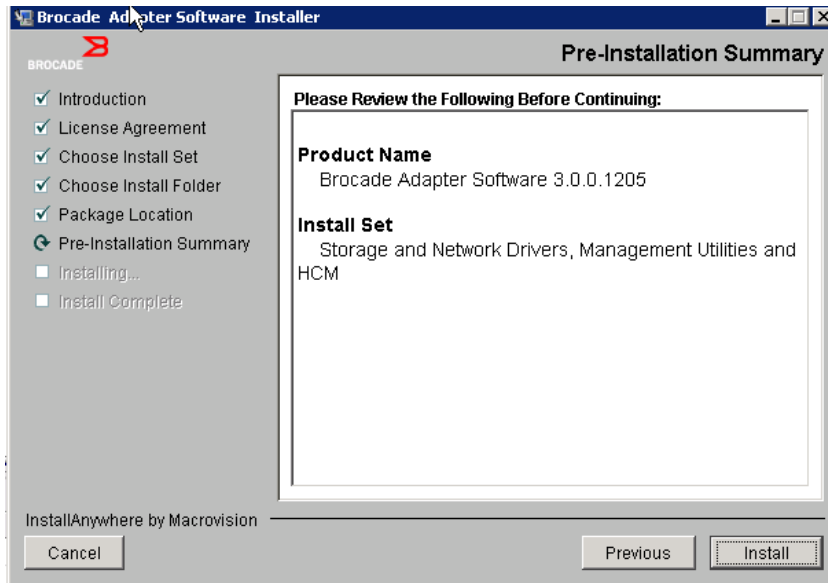

FIGURA 15 Tela de resumo da pré-instalação
11. Quando a tela **Pre-Installation Summary** (Resumo da pré-instalação) for mostrada (Figura 15 na página 76), reveja as informações fornecidas e selecione **Install** (Instalar) para confirmar e começar a instalação.